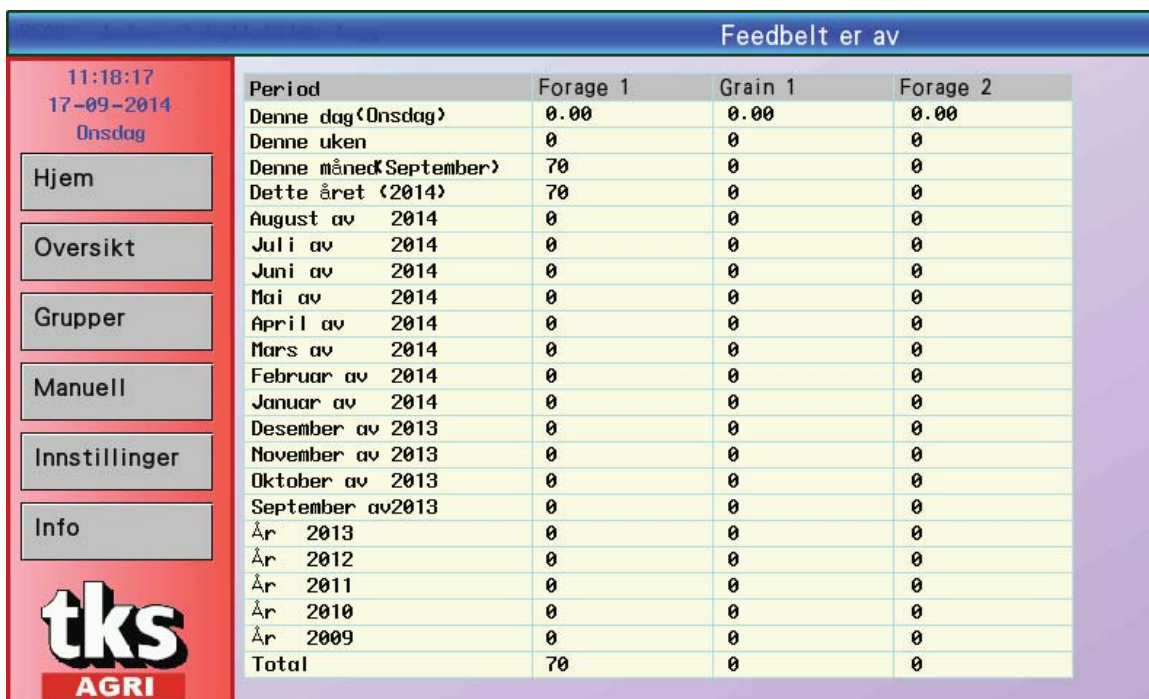

Fig. 37
- Vinduet viser total fôr forbruk i ulike intervaller. **Se Fig. 37**